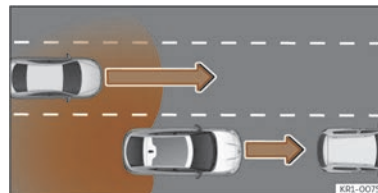

Abb. 152 Überholen mit Verkehr im hinteren Bereich.
- Bei einer Überholung durch ein anderes Fahrzeug >>> (**Abb. 152**).